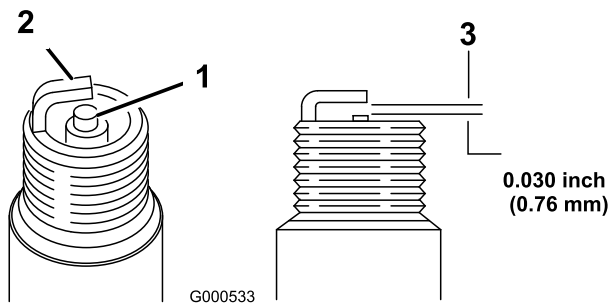

Figure 35
1. Contrôlez la bougie (Figure 35).
2. Contrôlez l'écartement entre l'électrode centrale et l'électrode latérale (Figure 35).